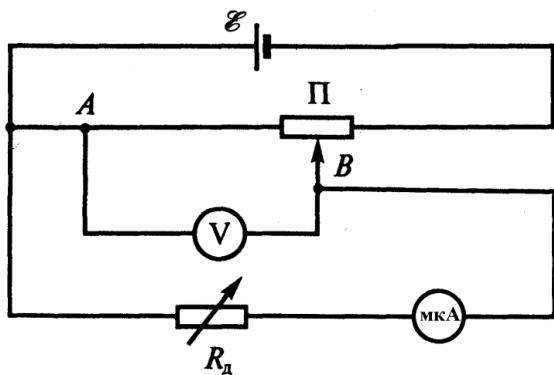

Рис. 2.5.
Зарисуйте схему проверки подбора добавочного сопротивления (рис. 2.5).
*Соберите* схему в соответствии с рис. 2.5. Для этого *подключите* выход выпрямителя к крайним точкам реостата. *Соедините* последовательно исследуемый микроамперметр и магазин сопротивлений, который в этом случае играет роль добавочного сопротивления. *Подключите* эту цепочку между одним из выводов обмотки реостата и его движком, соблюдая полярность. *Подключите* мультиметр параллельно этой цепочке.